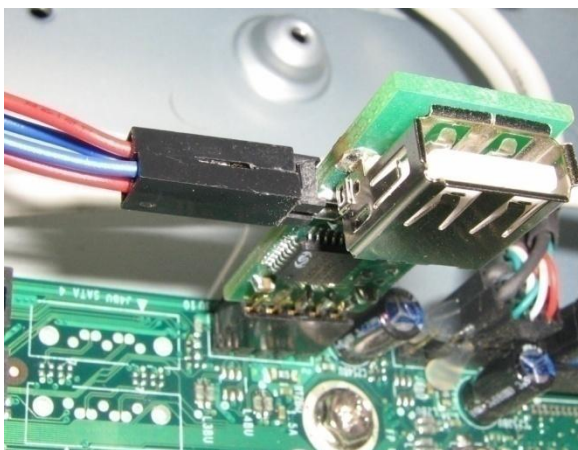

Рис. 2.3—10 Подключение кабелей к четырехштырьковому разъему устройства «USB Watchdog»
4. Подключить кабель «Watchdog» к четырехштырьковому разъему устройства «USB Watchdog» с помощью свободной пары контактов (1/0, либо 2/0) – см. Рис. 2.3—10